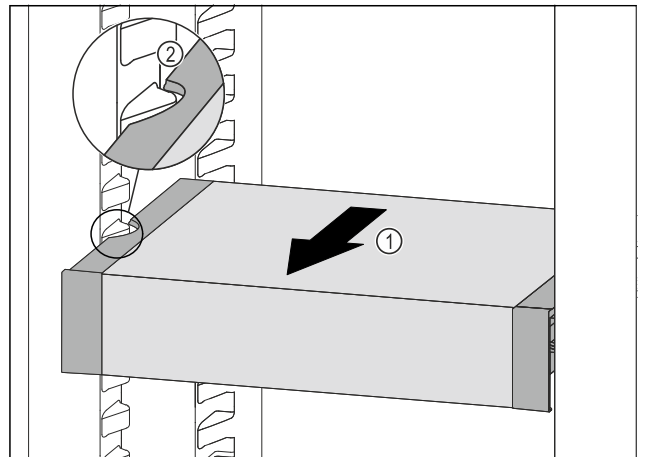

Fig. 101
- Tire del VarioSafe hacia delante *Fig. 101 (1)* hasta que los huecos laterales del VarioSafe se encuentren a la altura de la nervadura del recipiente en el compartimento del frigorífico. *Fig. 101 (2)*